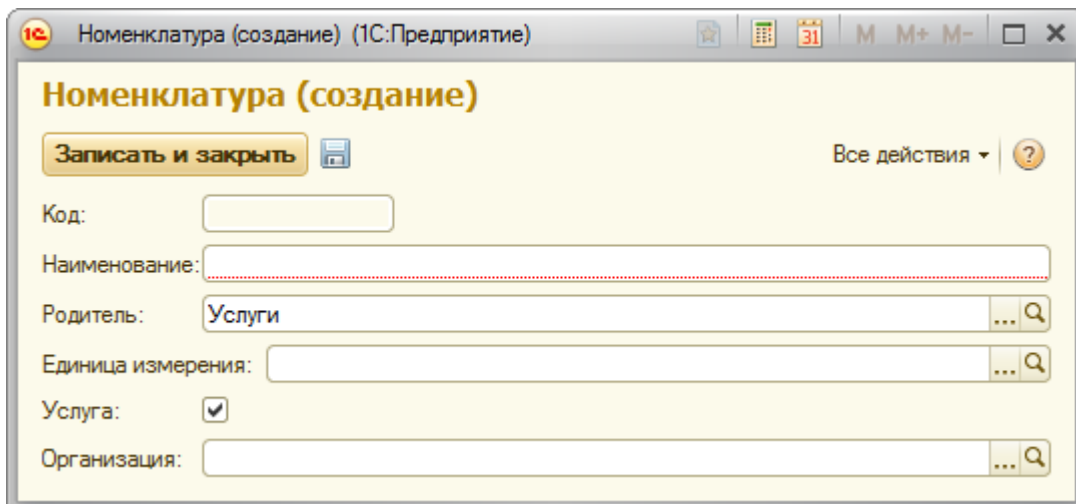

Рисунок 6.8- Результат заполнения реквизита Услуга на основании параметров элемента родителя
7. Опробуем решение в пользовательском режиме, можно заметить, что, во-первых, структура `ДанныеЗаполнения` действительно теперь содержит ключ **Услуга** со значением **Истина**, а так же то, что элементы, создаваемые в группе с установленным флагом **Услуга**, имеют данный реквизит в установленном положении, Рисунок 6.8.